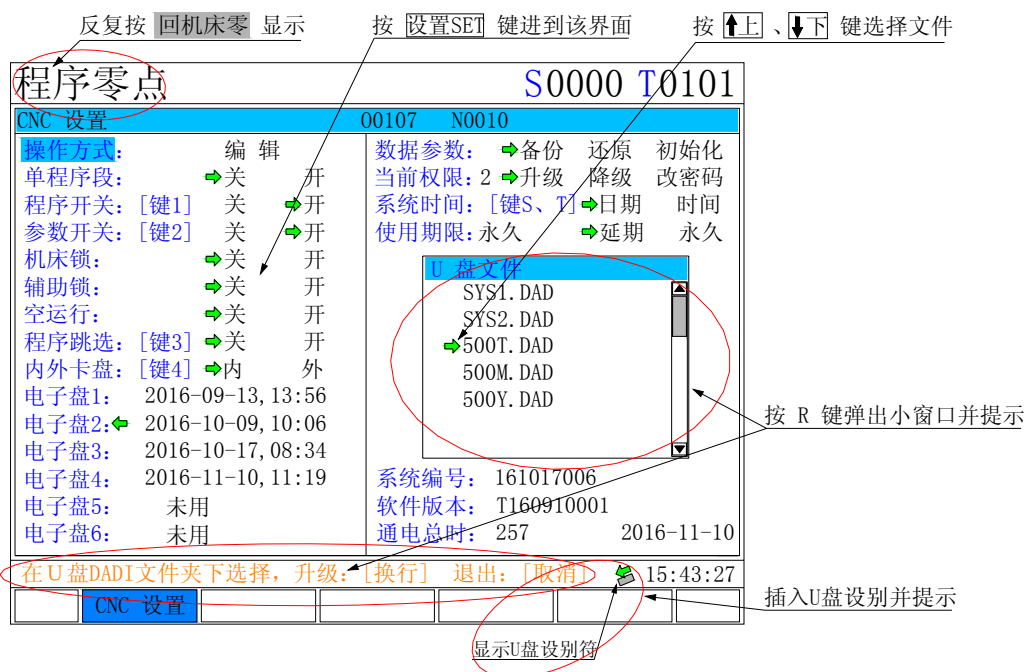

图 10.1-1
① 准备好 U 盘，并确保是按 FAT32 文件系统进行格式化的。在 U 盘根目录建一个 dadi 子目录，将要升级的软件（如 SYS.DAD，文件扩展名必须是 .DAD）拷贝到 U:\dadi 目录下
② 连接 U 盘到 CNC ，直到数控系统显示 U 盘设别符，如图 10.1-1；
③ 反复按 **回机床零** 键，进到 程序零点 状态；
④ 按 **设置 SET** 键，到设置界面，如下图 10.1-1；
⑤ 按 **R** 键，弹出升级小窗口，如上图 10.1-1。并提示：在 U 盘 DADI 文件夹下选择，升级：[换行] 退出：[取消]
⑥ 按 **上**、**下** 键移动绿色小箭头光标，选择升级文件；
⑦ 按 **换行 EOB** 键开始升级；
⑧ 升级结束，等 3~5 秒钟，重新上电。